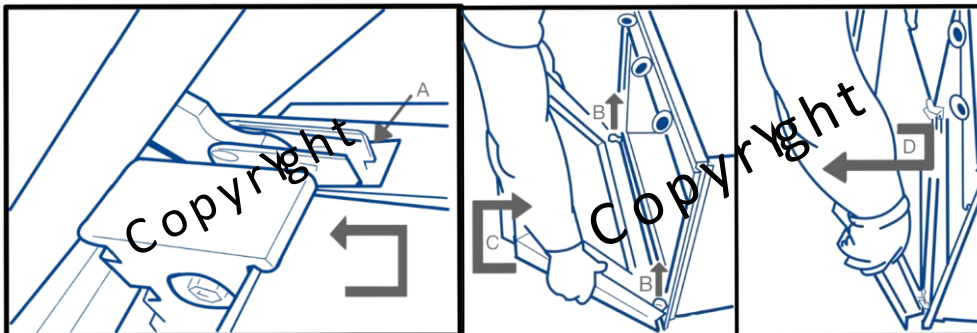

Figura 2
3. Cierre la puerta lentamente hasta que encaje en su lugar en una parada (posición A). Luego levante suavemente la puerta (B), gírela ligeramente (C) hasta que salga de las bisagras (D) (vea la Figura 2).